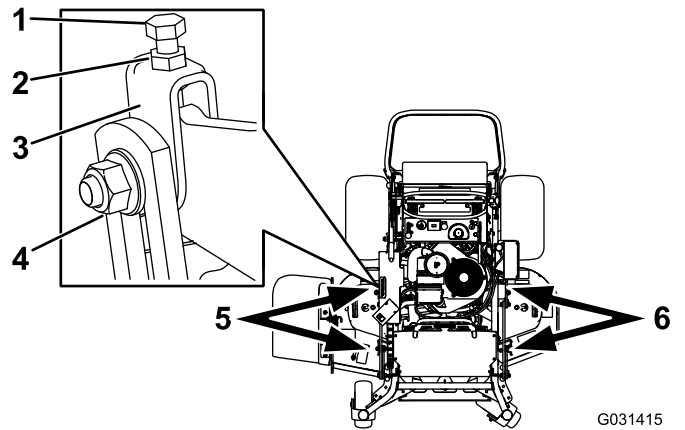

Figure 79
1. Desserrez l'écrou latéral et l'écrou de blocage dans les chapes que vous voulez régler (Figure 79).
2. Tournez le boulon supérieur de ces chapes pour régler la hauteur du tablier de coupe (Figure 79).